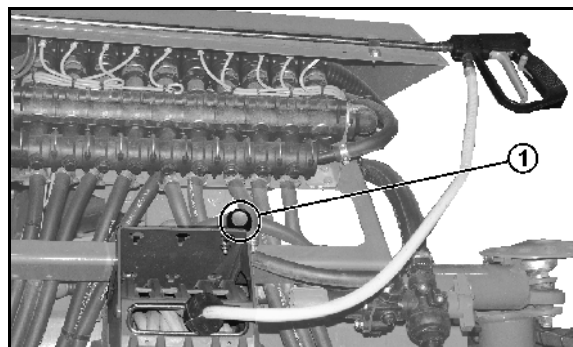

Fig. 118
- facilitează o recirculare continuă a lichidului în conductele de stropire în cazul în care este conectat sistemul de recirculare sub presiune. Pentru aceasta, fiecărui segment de lățime parțială îi este alocat un furtun cu racord de spălare (Fig. 118/1).
- un furtun racord de spălare (Fig. 118/1) per lățime parțială.